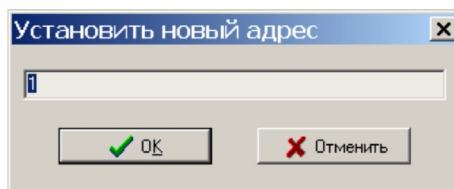

Рисунок 15
- 9) Для изменения адреса блока выбрать пункт меню «Адрес» в окне «Поиск» и установить новый требуемый адрес блока в соответствии с рабочим проектом системы, в которой используется БПДД-RS-M (рисунок 15).